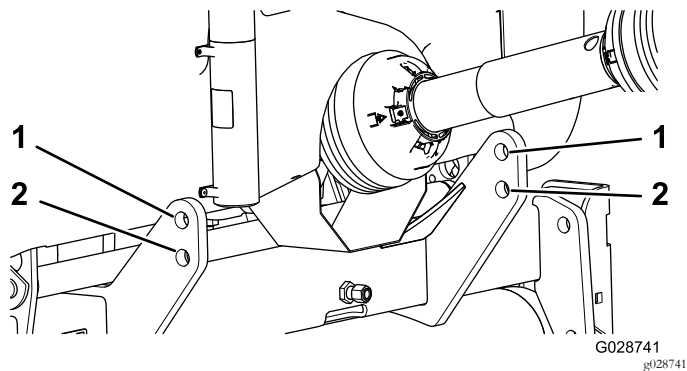

Figura 5
**Nota:** Para obtener la máxima separación del suelo, los pasadores de enganche deben fijarse en los orificios de montaje inferiores (Figura 5). Para determinar cuándo utilizar los taladros de montaje superiores, consulte Conexión del árbol de la TDF.